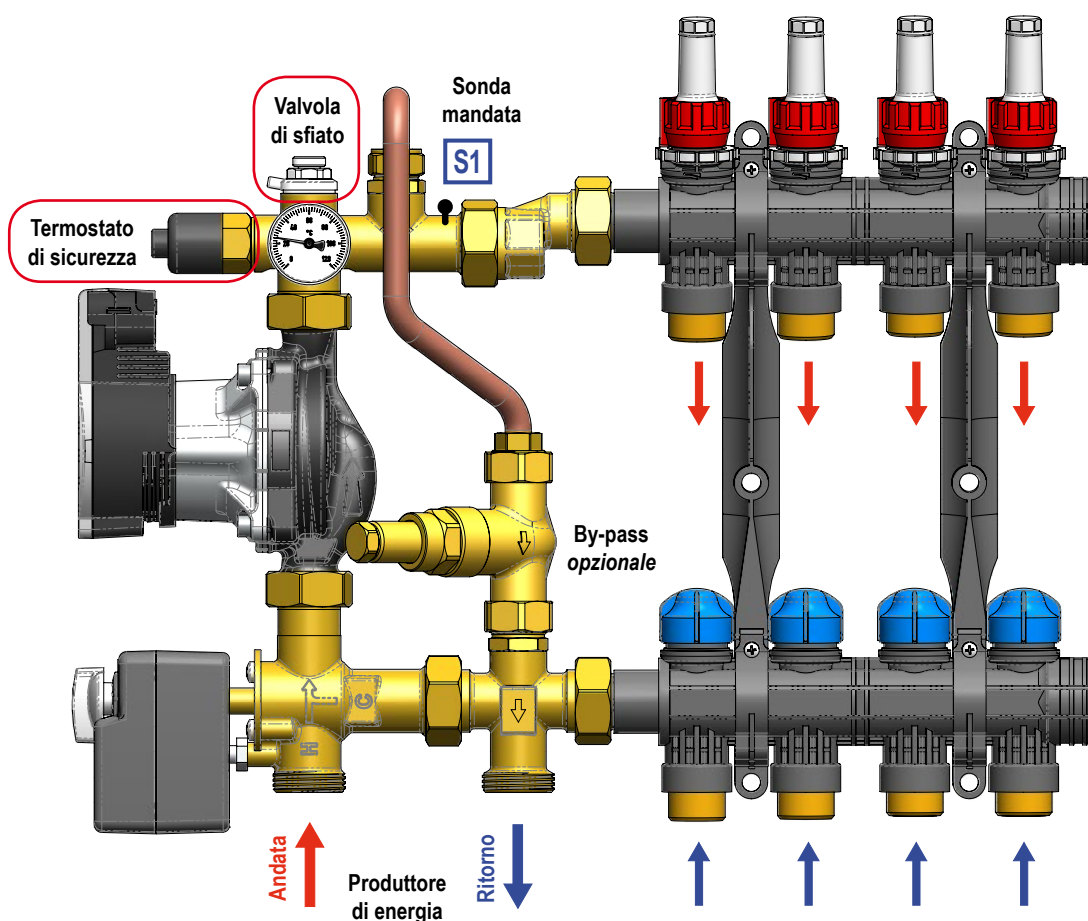

Fig.1: Schema di collegamento
- ✓ Allacciare le tubazioni secondo lo schema di collegamento, attenendosi alle indicazioni riportate in fig. 1. Caricare l'impianto ed eventualmente disareare agendo sulla valvolina di sfiato.